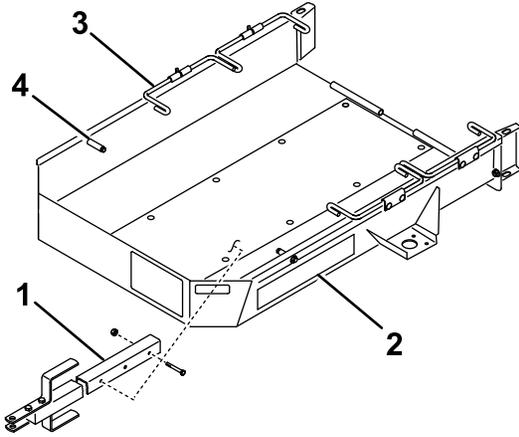

图1
1. 使用 2 个螺栓 (3/8 x 2-3/4 英寸) 和 2 个锁紧螺母, 将牵引杆总成安装到拖车底板下方的安装支架上 (图1)。
4. 将油门移至最低位置，**缓慢地**将机器开到拖车上，直至行走轮接触到拖车止动装置（图1）。
6. 将第一组车轮杆向下旋转到行走轮的后面（图1）。